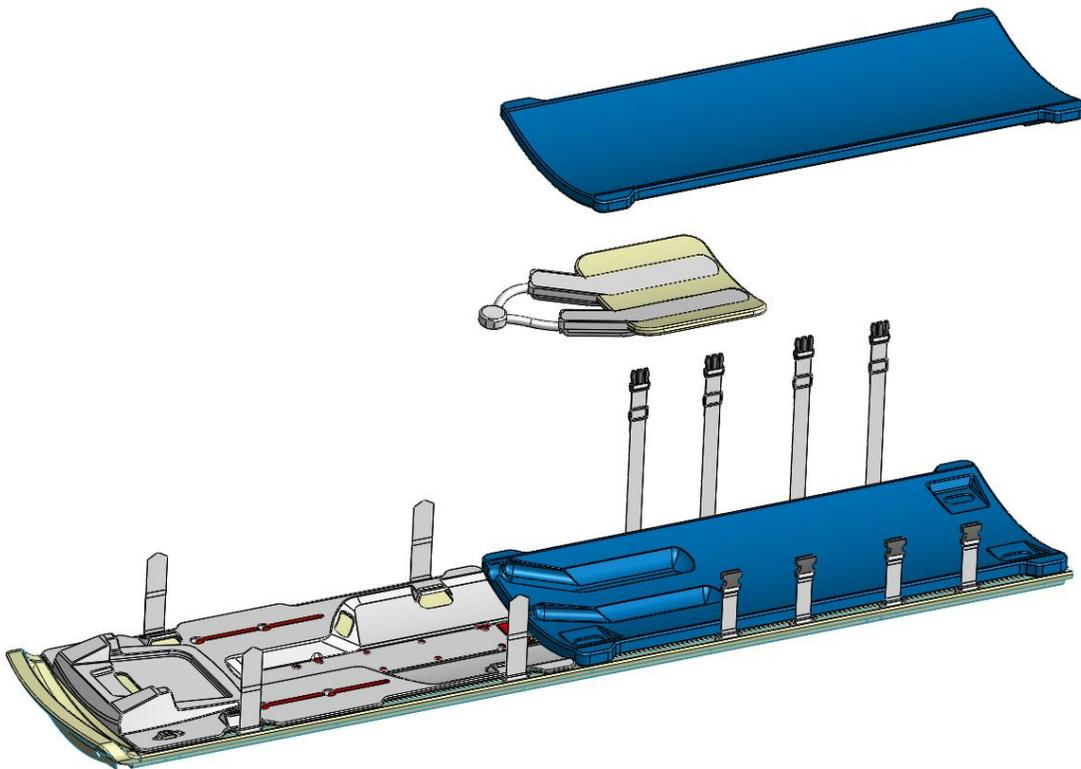

Abbildung 3: Ingenuity – Spulenhalter und Basisplatte mit Gurten
2. Befestigen Sie die Basisplatte mit den vier Gurten (*Abbildung 3*) an der MRT-Liege.